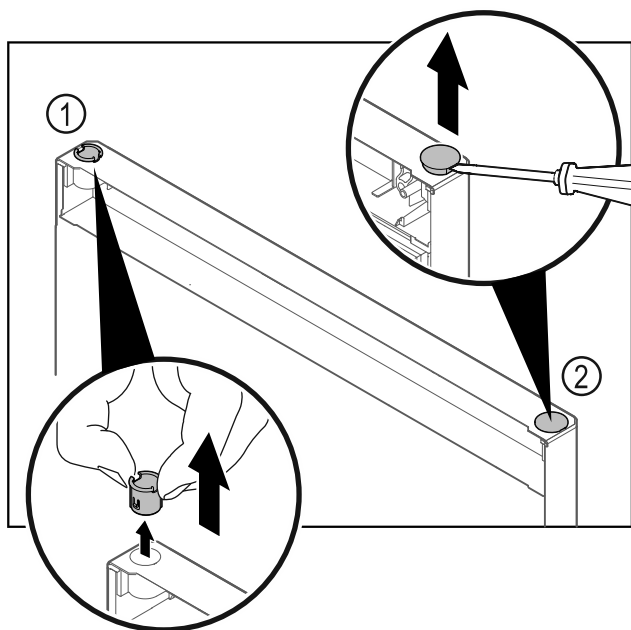

Fig. 11
- Pouzdro závěsu Fig. 11 (1) vytáhněte prsty.
- Krycí zátku Fig. 11 (2) opatrně nadzvedněte plochým šroubovákem a vytáhněte.